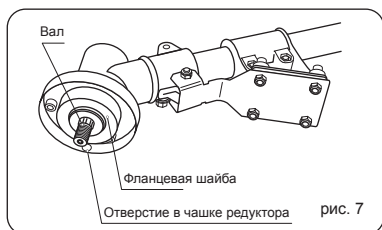

рис. 7
- Совместите отверстие в фланцевой шайбе с отверстием в чашке редуктора (Рис. 7).